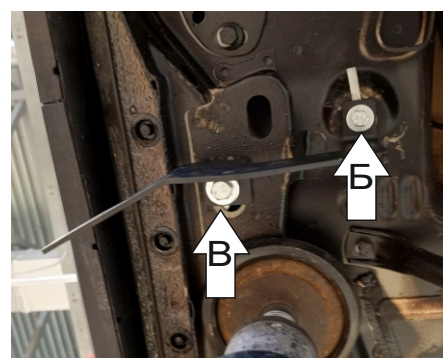

Рис. 4
4. Установить задние кронштейны к установленным гайкам закладным, сдвигая кронштейны максимально вправо и используя соответствующие болты M8x25 с шайбами 8 ув., *втулками 6 мм для Haval Jolion* и M10x25 с шайбами 10 ув., *втулками 6 мм для Haval Jolion* .(Рис. 4)